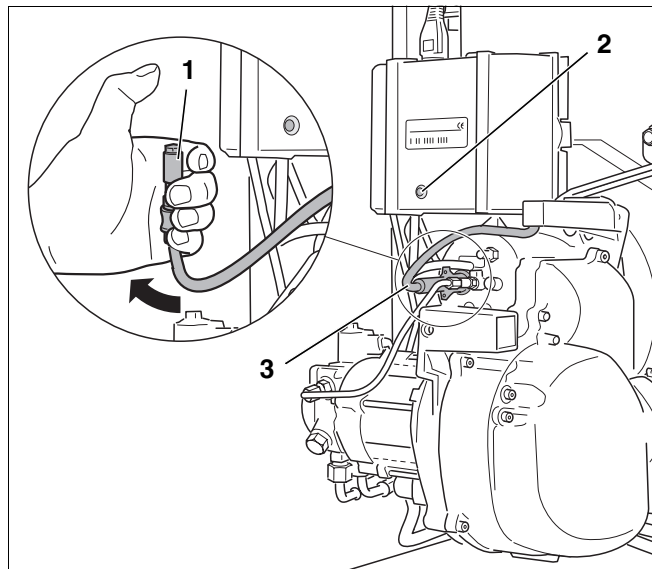

Рис. 26 Проверка работы датчика пламени
- При работающей горелке вынуть датчик пламени из держателя (рис. 26, **поз. 3**).
- Датчик пламени держать против света (рис. 26, **поз. 1**). После повторного запуска должно произойти отключение из-за неисправности.
- По истечении времени ожидания, составляющего примерно 30 секунд, нужно разблокировать автомат горения дизельного топлива, нажав кнопку подавления помех (рис. 26, **поз. 2**).